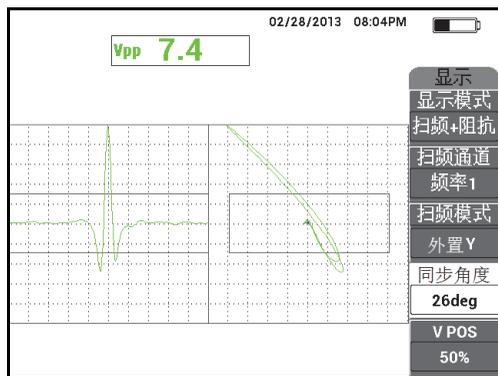

图 5-68 调节同步角度
9. 按显示菜单键 (  ), 然后设置**同步角度** (功能键 D), 使凹槽信号处于带状图的中心位置 (参见第 164 页的图 5-68)。